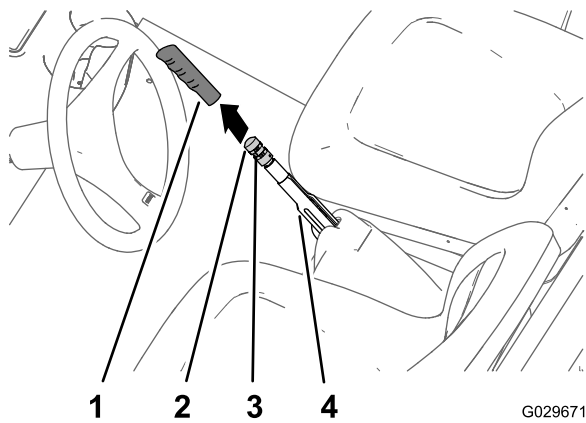

Рисунок 63
1. Снимите рукоятку с рычага стояночного тормоза (Рисунок 63).
2. Ослабьте установочный винт, который крепит ручку регулировки тормоза к рычагу стояночного тормоза (Рисунок 63).
3. Поворачивайте ручку регулировки тормоза до тех пор, пока усилие, требуемое для активации рычага стояночного тормоза, не достигнет 133-156 Н·м (Рисунок 63).
4. Затяните установочный винт и установите рукоятку на рычаг (Рисунок 63).
2. Ослабьте установочный винт (Рисунок 63), который крепит ручку регулировки тормоза к рычагу стояночного тормоза, выключите стояночный тормоз и ослабьте ручку регулировки тормоза.
5. Поворачивайте ручку регулировки тормоза (Рисунок 63) до тех пор, пока усилие, требуемое для активации рычага стояночного тормоза, не достигнет 133-156 Н·м.
- C. Поворачивайте ручку регулировки тормоза (Рисунок 63) до тех пор, пока усилие, требуемое для активации рычага стояночного тормоза, не достигнет 133-156 Н·м.
- Затяните установочный винт и установите рукоятку (Рисунок 63).